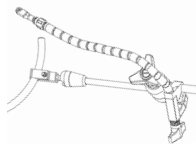

Figura 20
- Afloje la abrazadera con la pequeña perilla morada del **brazo flexible** (como el UL-0106). Coloque las mandíbulas alrededor de los segmentos del **brazo articulado** (UL-0110). Apriete la pequeña perilla morada para fijar el **brazo flexible** al **brazo articulado**. (Figura 20)